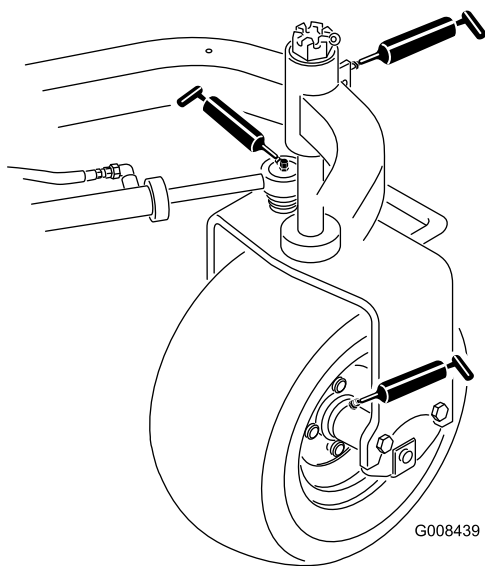

図 34
- 後ホイールハブヶ所 図 34
- キャスタベアリング1ヶ所 図 34
- ステアリングシリンダ2ヶ所 図 34